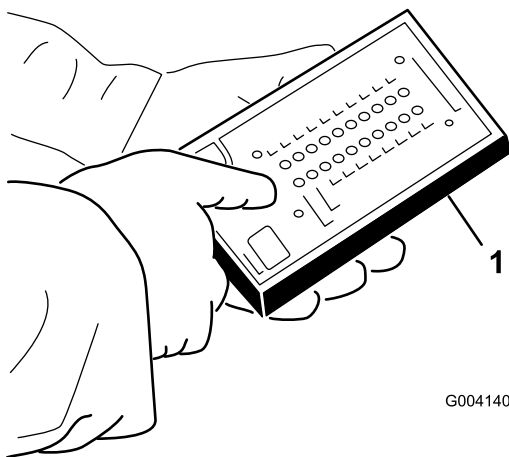

Рисунок 42
5. Подсоедините разъем диагностического дисплея ACE к соединителю жгута проводов (Рисунок 42).